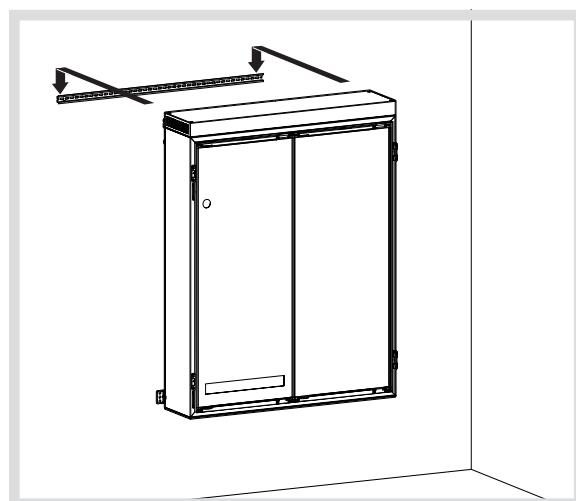

Bild 13: Energiespeichersystem aufhängen
- Energiespeichersystem an der Trageschiene aufhängen (Bild 13).